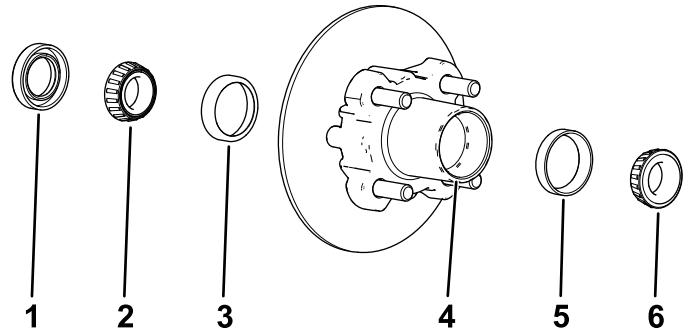

Figure 31
1. Déposez le roulement extérieur du moyeu (Figure 31).
2. Déposez le joint et le roulement intérieur du moyeu (Figure 31).
5. Éliminez la graisse, la saleté et les débris déposés à l'intérieur de la cavité du moyeu (Figure 31).
7. Remplissez la cavité du moyeu de 50 à 80 % environ avec la graisse spécifiée (Figure 31).
8. Assemblez le roulement intérieur sur la bague sur le côté intérieur du moyeu et montez le joint (Figure 31).